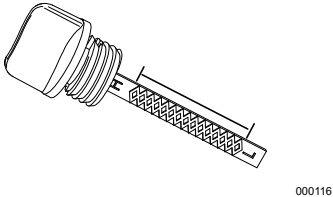

Figure 4-6. Plage de niveau sécuritaire
5. Voir Figure 4-6. Retirer le bouchon-jauge d'huile et vérifier que le niveau est dans la plage de fonctionnement sécuritaire.
7. Voir Figure 4-6. Remplir avec l'huile recommandée. NE PAS trop remplir. Voir Huiles moteur recommandées.
8. Voir Figure 4-6. Visser la jauge dans l'orifice de remplissage. Retirer la jauge et vérifier que le niveau est dans la plage de fonctionnement sécuritaire.